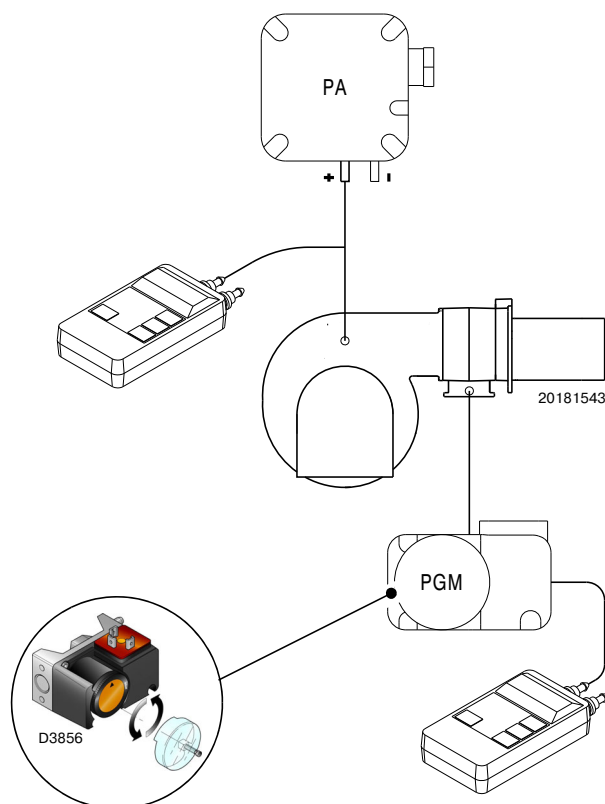

Рис. 30
- Отрегулировать реле максимального давления газа (Рис. 30 стр. 35) на конец шкалы.
Выполните регулировку реле максимального давления газа (Рис. 30), предварительно выполнив все другие регулировки горелки, где реле максимального давления газа установлено на начало шкалы.